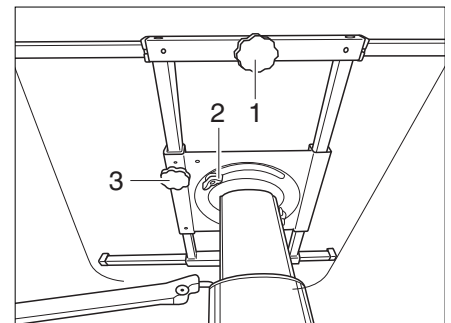

Bild 38 Tischplatte verschieben
- Sternknopf (Bild 38, 3) lösen und Tischplatte quer zur Fahrtrichtung verschieben.
- Sternknopf (Bild 38, 1) lösen und Tischplatte längs zur Fahrtrichtung verschieben.
- Hebel (Bild 38, 2) lösen und Tischplatte drehen.